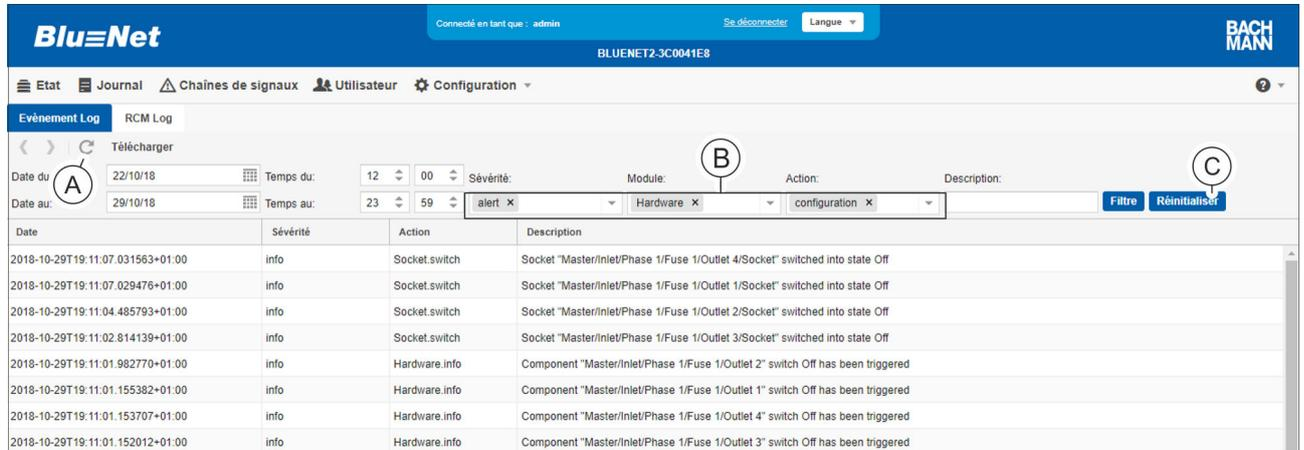

Fig. 122 : Suppression des filtres
1. ➔ Supprimer le filtre en appuyant sur le bouton **x** dans le filtre correspondant (Fig. 122 /ⓑ). Ou bien supprimer tous les filtres en appuyant sur le bouton « Réinitialiser » (Fig. 122 /ⓒ).
2. ➔ Cliquer sur le bouton **↻** (Fig. 122 /ⓐ).